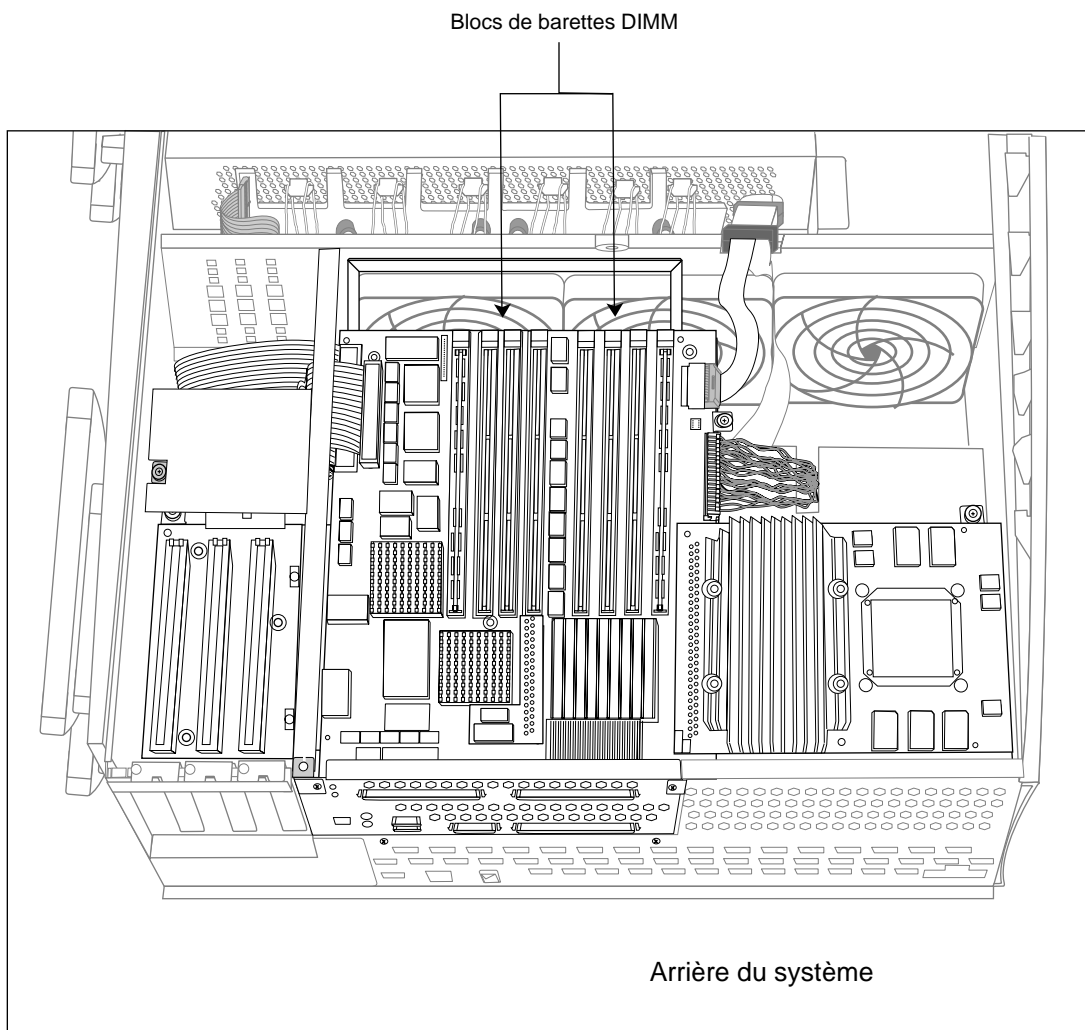

Figure 5-6 Localisation des barrettes DIMM dans le serveur Origin200
5. Repérez les barrettes DIMM (voir Figure 5-6).